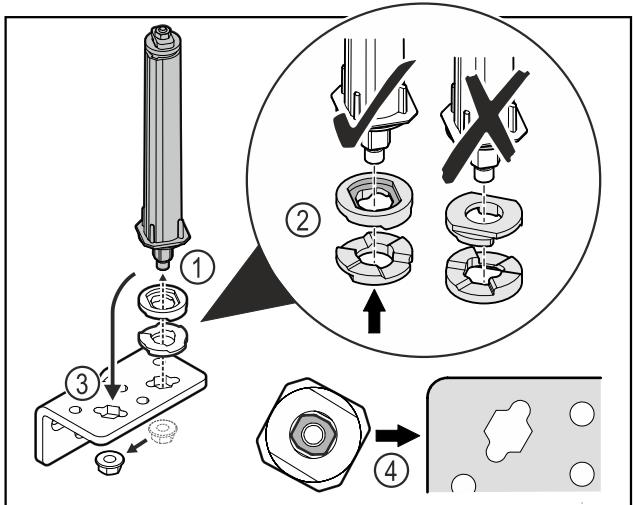

Fig. 35
- Atlaisvinkite veržlę ir pašalinkite durų uždarymo sistemą Fig. 35 (1).
- Atkreipkite dėmesį į tai, kad aukščio reguliavimo poveržlės būtų tinkamai išlygiuotos Fig. 35 (2).
- Perkelkite durų uždarymo sistemą šarnyriniame kampuotyje ir užfiksuojite veržlę Fig. 35 (3).
- Istatydami atkreipkite dėmesį į tai, kad durų uždarymo sistema būtų tinkamai išlygiuota Fig. 35 (4).